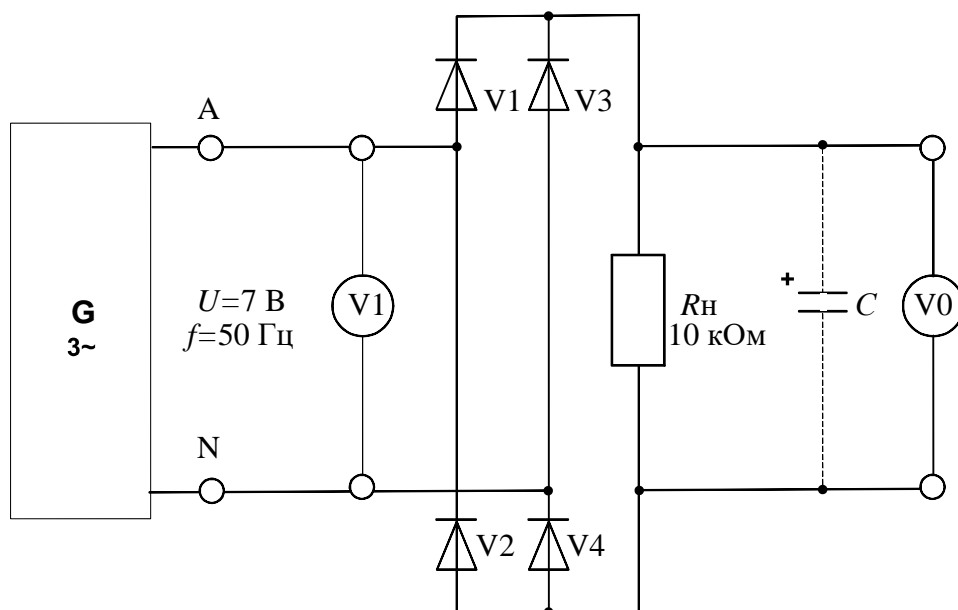

Рисунок 6 – Схема экспериментального исследования двухполупериодного мостового выпрямителя
2.1. Соберите цепь согласно схеме (рис. 6) без сглаживающего фильтра.